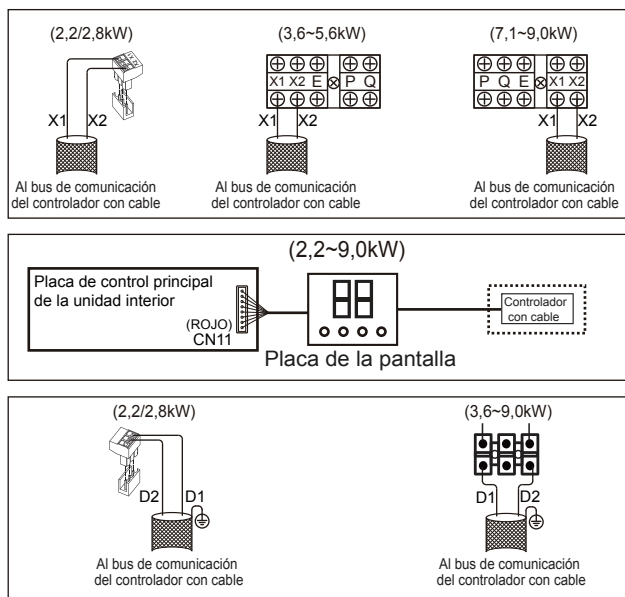

Figura 6.10
- Los puertos X1, X2, D1, D2 en los lados de la placa de control principal y el puerto de comunicación unidireccional (lado de la placa de la pantalla) son para diferentes tipos de controladores con cable (véase figura 6.10).